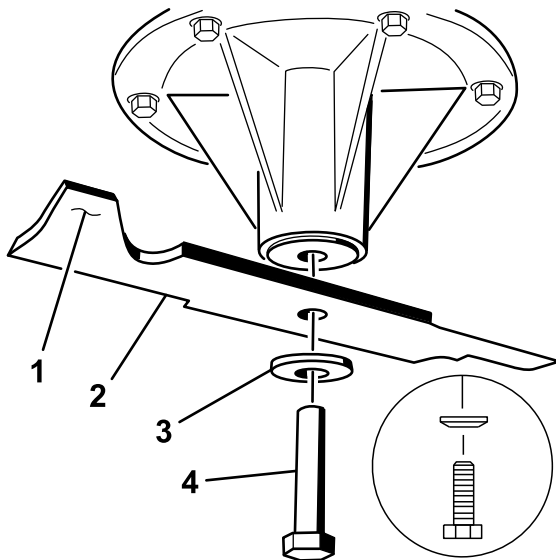

Figura 101
- 1. Instale la cuchilla en el eje (Figura 101).
- 2. Instale la arandela de muelle y el perno de la cuchilla (Figura 101).
**Nota:** El cono de la arandela de muelle debe estar orientado hacia la cabeza del perno (Figura 101).